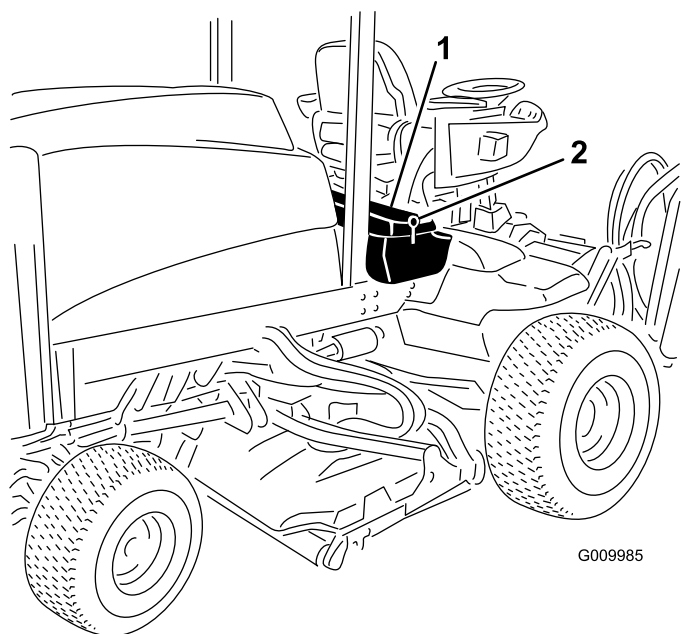

Figure 35
1. Déverrouillez et soulevez le panneau de la console (Figure 35).